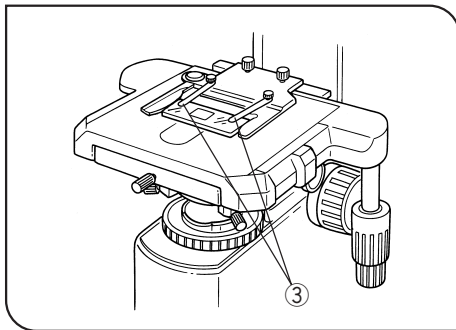

図 16
イマージョンオイルの吸着により標本が浮上がることがあります。その場合は液浸対物レンズ用クリップ(BH2-SCB-3)③をお求めの上ご使用ください。(図16)